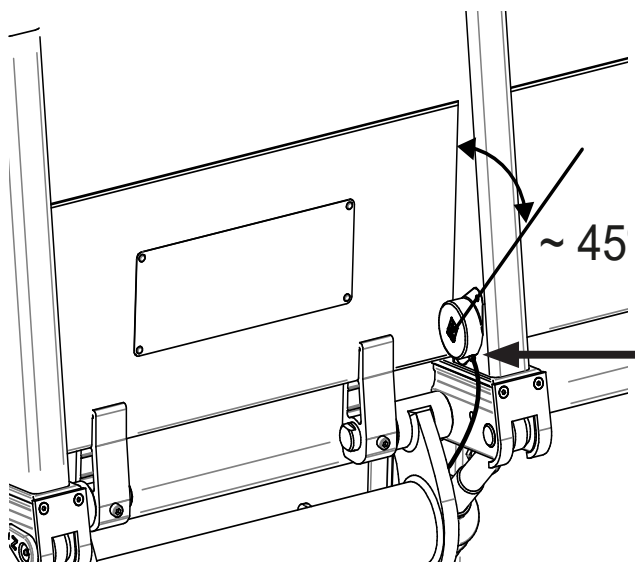

Bild 36. Montering vinkelgivaren i vinkel 45 grader och med kabelanslutning nedåt
1. Den runda vinkelgivaren ska monteras med kabeln nedåt i 45° mot plattformen. Se Bild 36. Om förborrade hål saknas, borra hål, använd Ø5,2 mm borrar.
Säkerställ att givaren monteras på så sätt att dess kabelanslutning hamnar nedåt, se Bild 36.